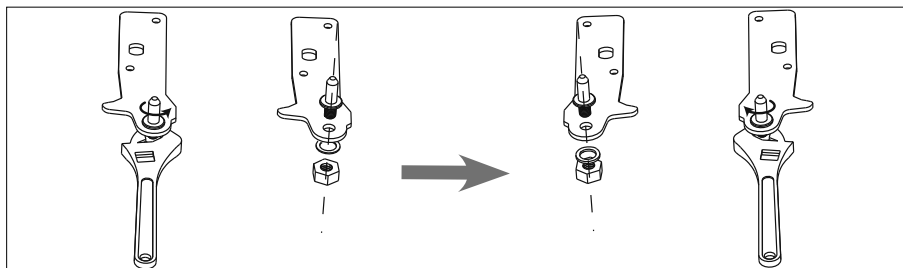

Fig. 11
- ▶ Riposizionare il perno della cerniera sulla piastra forata come mostrato nella figura sottostante; per allentare e serrare i dadi utilizzare una chiave per dadi da 10 (vedere la **fig. 11**).